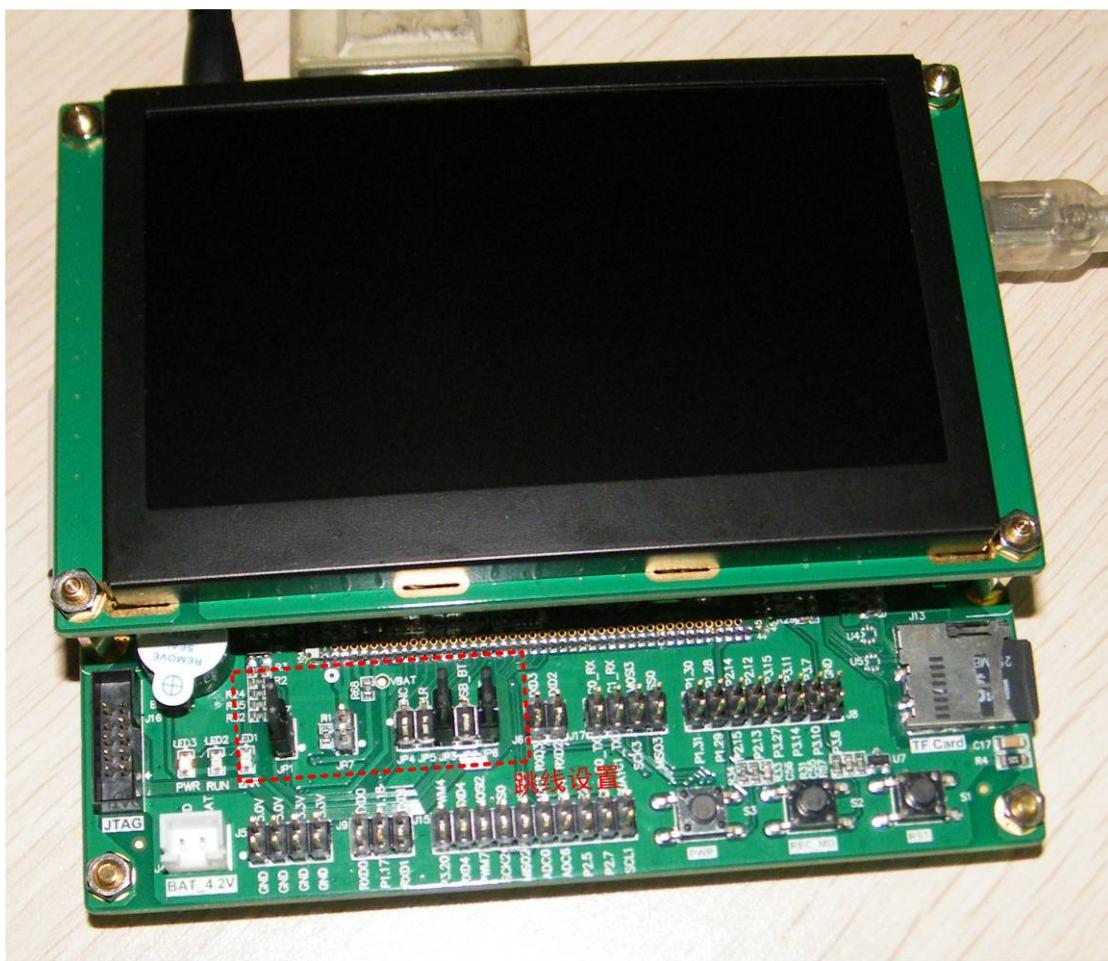

图2.15 TF 卡启动跳线设置
- (1) 把制作好的系统恢复卡插入到 EasyARM-iMX283 的 TF 卡卡槽。
- (2) 使用短路器短接 EasyARM-iMX283 上的JP1（**BZ**, 使能蜂鸣器）、JP3（**SD**, 设置为SD方式启动）及JP6（**WDT**, 禁用看门狗），如图2.15所示。